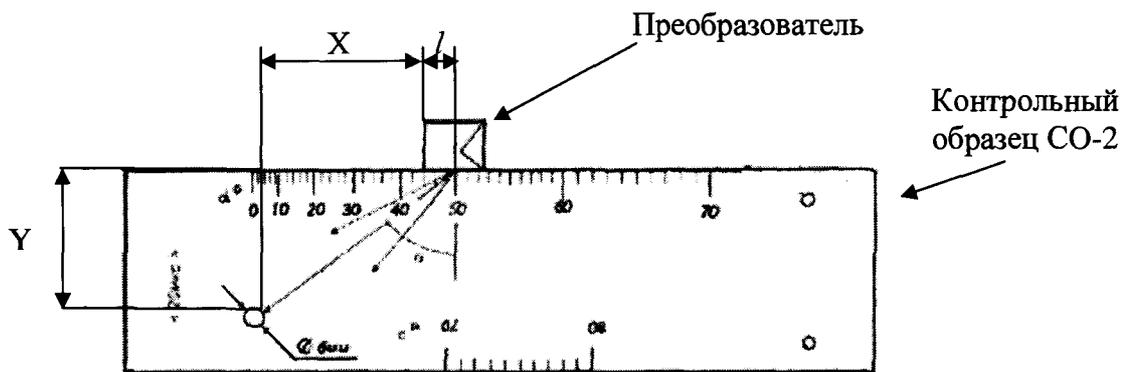

Рисунок 3
6.5.3 Установить наклонный преобразователь, подключенный к электронному блоку дефектоскопа на поверхность контрольного образца СО-2 таким образом, чтобы фактическая точка выхода была у отметки по шкале " α^0 " контрольного образца, соответствующей номинальному значению угла ввода преобразователя (α_n , градус), указанному в маркировке преобразователя (рисунок 3).